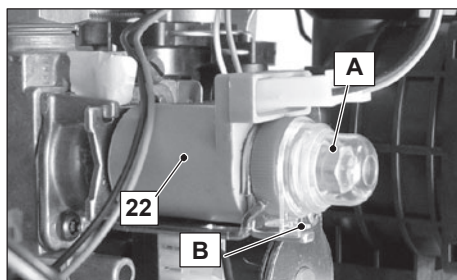

Figura 7.2
- Rimuovere il tappino di protezione A dell'operatore modulante 22 in Figura 7.2 ruotandolo in senso orario per liberarlo dal fermo B e facendo leva con un cacciavite piatto nella scanalatura.
- A caldaia spenta (fuori servizio), controllare la pressione di alimentazione utilizzando la presa 20 in Figura 7.2 e confrontare il valore letto con quelli riportati nella tabella Pressioni di alimentazione gas nella sezione "Dati tecnici" pag. 22.
- Richiudere bene la presa di pressione 20 in Figura 7.2.
- Aprire la presa di pressione 23 in Figura 7.2 e collegare un manometro.